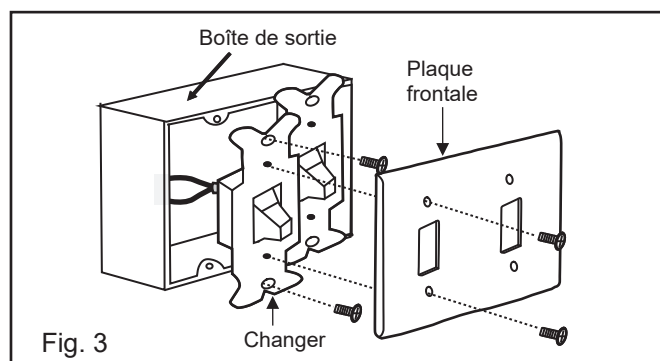

Fig. 3
1. Remove the existing wall plate and old switch from the wall outlet box. (Fig. 3)
1. Retire la placa de pared existente y el interruptor antiguo de la caja de salida de pared. (Fig. 3)
1. Retirez la plaque murale existante et l'ancien interrupteur de la boîte de prise murale. (Fig. 3)